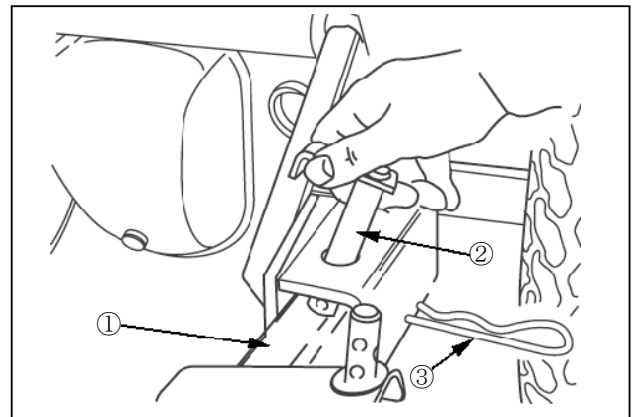

Figure 7
3. Fasten each lift arm ① on the Front Mower with a pin ② and a snap pin ③, Figure 7.
3. Fixer chaque bras de levage ① sur la tondeuse avant au moyen d'une goupille ② et d'une agrafe rapide ③, Figure 7.